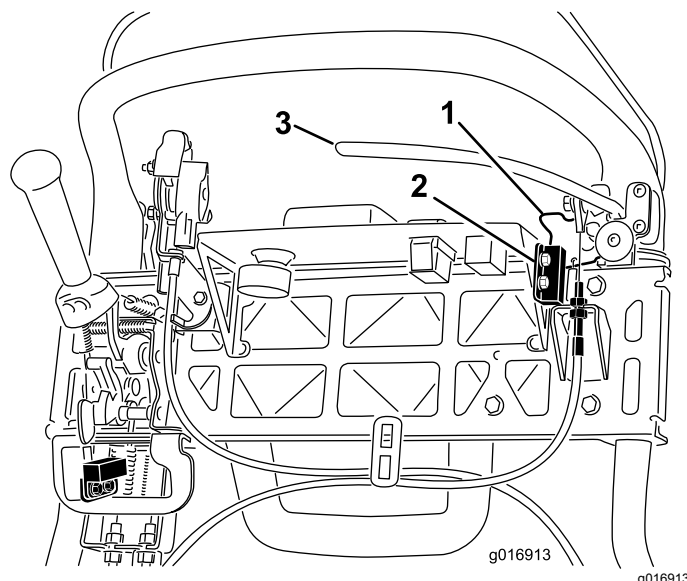

Figure 45
- Desserrez les fixations du contacteur de sécurité et déposez-les (Figure 45).
- Placez une cale de 1,6 mm d'épaisseur entre le verrou du frein de stationnement et le contacteur de sécurité (Figure 45).
4. Pour accroître la tension du câble, desserrez l'écrou de blocage supérieur et serrez l'écrou de blocage inférieur du câble (Figure 45) jusqu'à ce qu'il soit nécessaire d'exercer une force de 156 N sur la poignée du levier de frein pour débloquent le verrou du frein de stationnement.